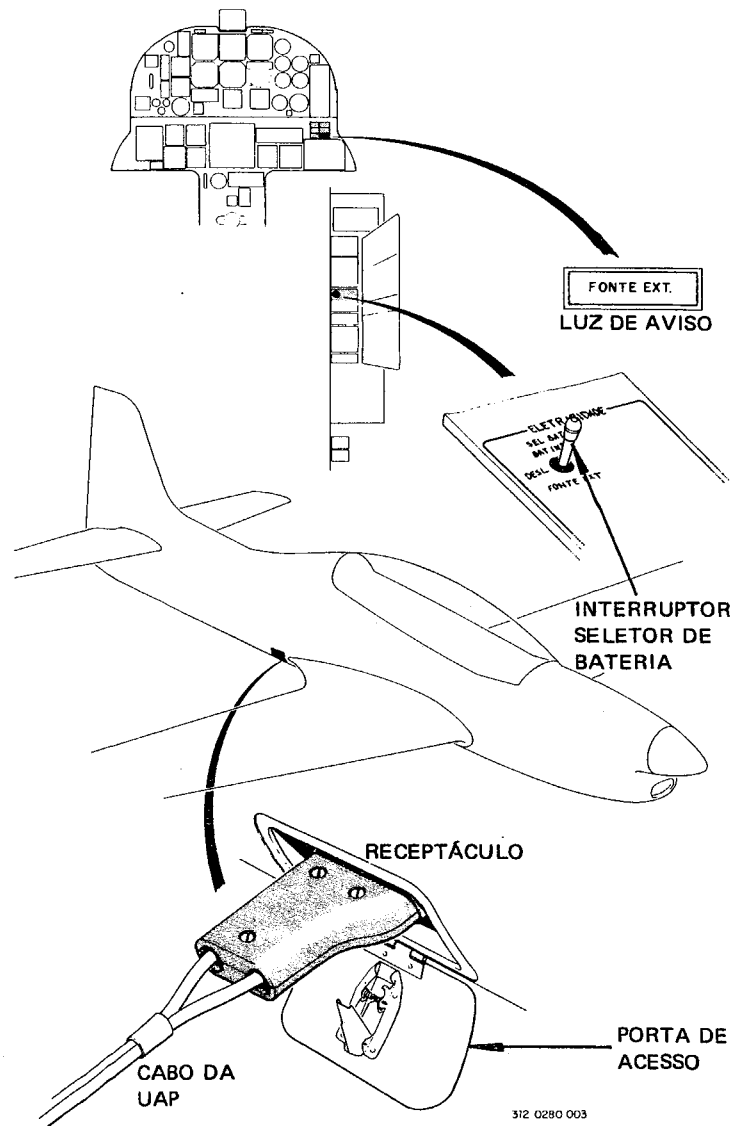

Figura 1-2
**1-3. CONEXÃO DA UNIDADE AUXILIAR DE PARTIDA – UAP (figura 1-2)**
**1-4. DESCONEXÃO DA UNIDADE AUXILIAR DE PARTIDA – UAP (figura 1-2)**